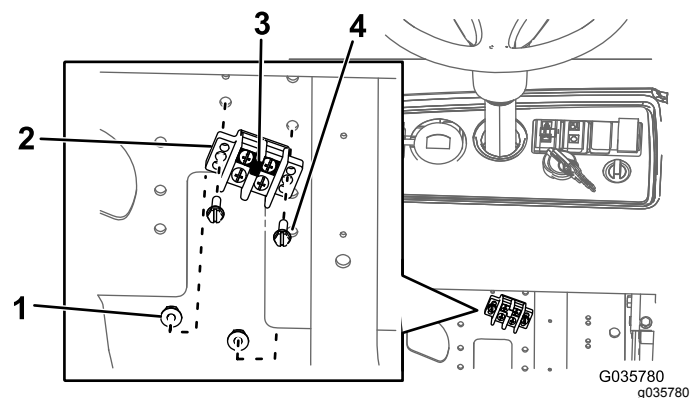

Figure 14
- A. Installez la bride de connexion sur le bloc de mise à la masse (Figure 14).
- B. Fixez le bloc de mise à la masse sur la plaque de montage à l'aide de 2 boulons (n° 10 x ¾") et 2 écrous (n° 10), comme montré à la Figure 14.